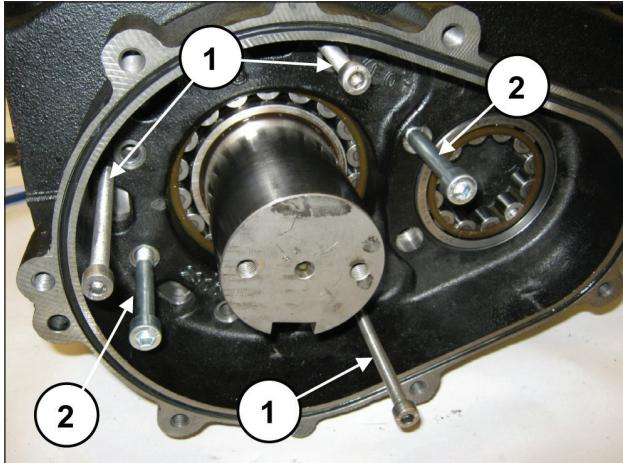

Abb. 23
Drehen Sie 3 Stiftschrauben oder Gewindeschrauben M8 (Pos. ①, Abb. 23) als Abzieher in die entsprechenden Bohrungen und zwei ausreichend lange Schrauben M10 für die Halterung des Getriebegehäuses ein (Pos. ②, Abb. 23).